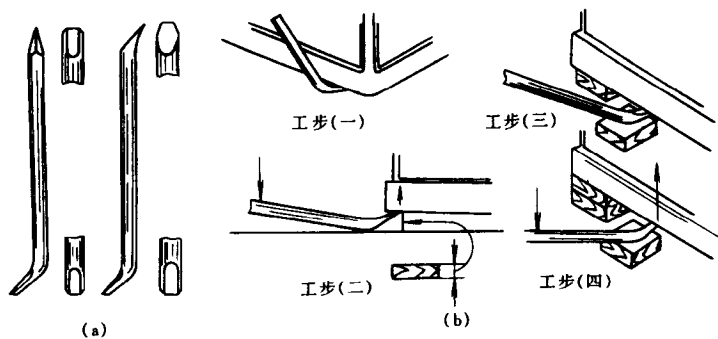

图 1-19 撬杠的使用
撬杠也称撬杆、撬棍等。撬杠的作用是利用杠杆的原理使重物产生位移，常用于重物的少量抬高、移动和重物的拨正、止退等作业，撬杠的使用如图 1-19 所示。
(1) 重物的抬高。在抬高前要准备好硬质方木块 (或金属块)，待重物升起后用来支垫重物。一次撬起高度不够时，可将支点垫高继续撬起。第二次撬起后，先垫好新的厚垫块，再取出第一次垫的厚垫块，如图 1-19 (b) 所示。
(2) 重物的移动。若重物下面没有垫块时，应先将重物用撬杠撬起，并垫上扁铁之类的垫块，使重物离地。然后将撬杠插入重物底部，用双手握住撬杠上端做下压后移动作。这一动作必须在重物两侧同时进行，随着撬杠的下压后移，重物即可前进。
(3) 重物的拨正与止退。这两种操作方法基本一样。在止退时，如重物退力较大，要用肩膀扛住撬杠上端，使人体、撬杠及地面形成一个稳固的三角形状。但当重物的退力很大或需很长时间时，不允许人力止退，而必须用三角木楔住。